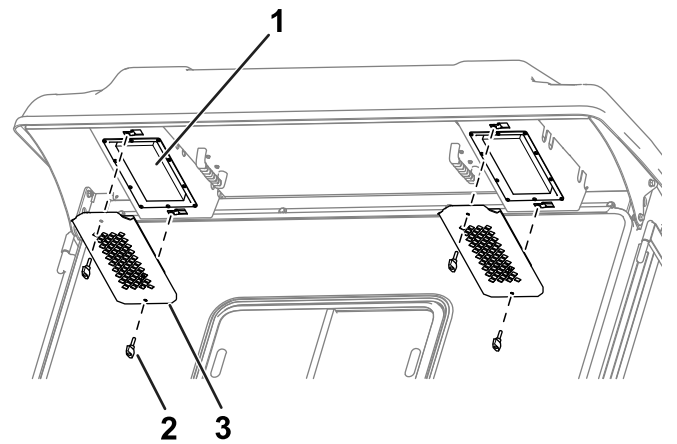

Figure 84
1. Enlevez les boutons et les grilles de l'avancée arrière de la cabine (Figure 84).
4. Utilisez les boutons et les grilles pour reposer les filtres dans la cabine (Figure 84).